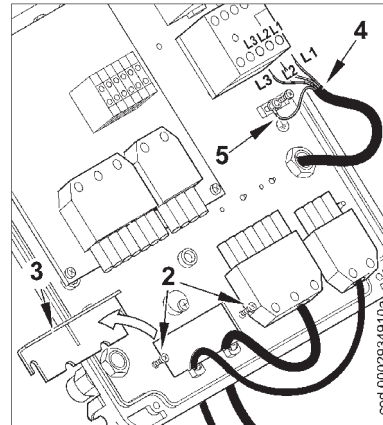
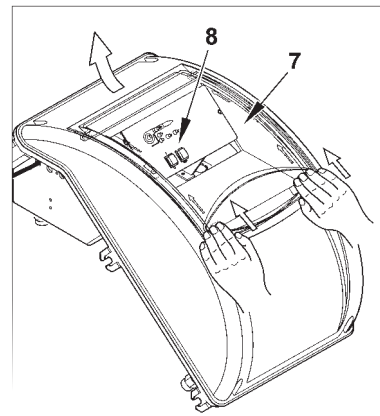

Рисунок 2
Рисунок 4
- 2) Ослабьте винты (2). После того, как Вы сняли кабельный зажим (3), пропустите через отверстие 7-штырьковый и 4-штырьковый разъёмы (см. рис. 2). Соедините питающие кабели (4) к дистанционному выключателю, закрепите заземляющий кабель (5) и затяните соответствующий хомут.
- 3) Поместите кабельный зажим, как указано на рисунке 3. Поверните эксцентрик (6) так, чтобы зажим должным образом надавил на два кабеля, после этого затяните винты, фиксирующие зажим. Наконец, соедините два разъёма 7-ми и 4-штырьковый.
- 4) Для закрытия крышки электрического щита, закрутите 4 винта (1), используя момент затягивания, равный приблизительно 5 Нм, для обеспечения правильного уплотнения. Теперь можно получить доступ к панели управления (8). Отцепите прозрачное окошко (7), слегка надавливая руками в направлении стрелок на рис. 4. Переместите окошко вперёд на некоторый отрезок, после чего отделите его от крышки.
- 5) Для правильного расположения прозрачного окошка на щите поступайте в соответствии с рисунком 5: поместите крюки в соответствующие гнёзда (9), продвиньте окошко в направлении, указанном стрелкой, пока не услышите лёгкий щелчок. Теперь обеспечено должное уплотнение.